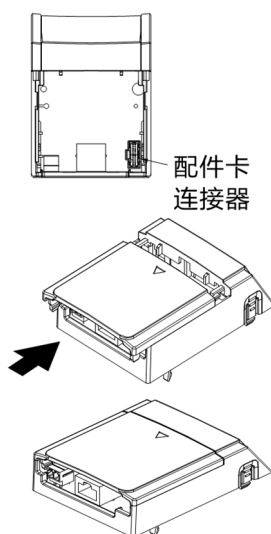

图 8-29
7. 将配件卡安装盒上盖装回配件卡安装盒，如图 8-29 所示。